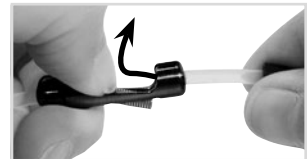

Fig. 14
- 3 Sortez l'extrémité de câble de traction libre avec manchon taraudé de la fixation (Fig. 14).